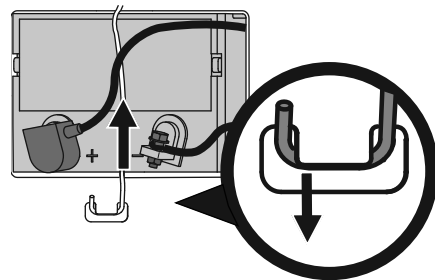

Figura 15
1. Retire o suporte de fixação da bateria, empurrando a extremidade com gancho para fora da reentrância no capô para o lado direito da bateria. Em seguida, vire o suporte para cima para liberar a bateria. Veja a Figura 15.